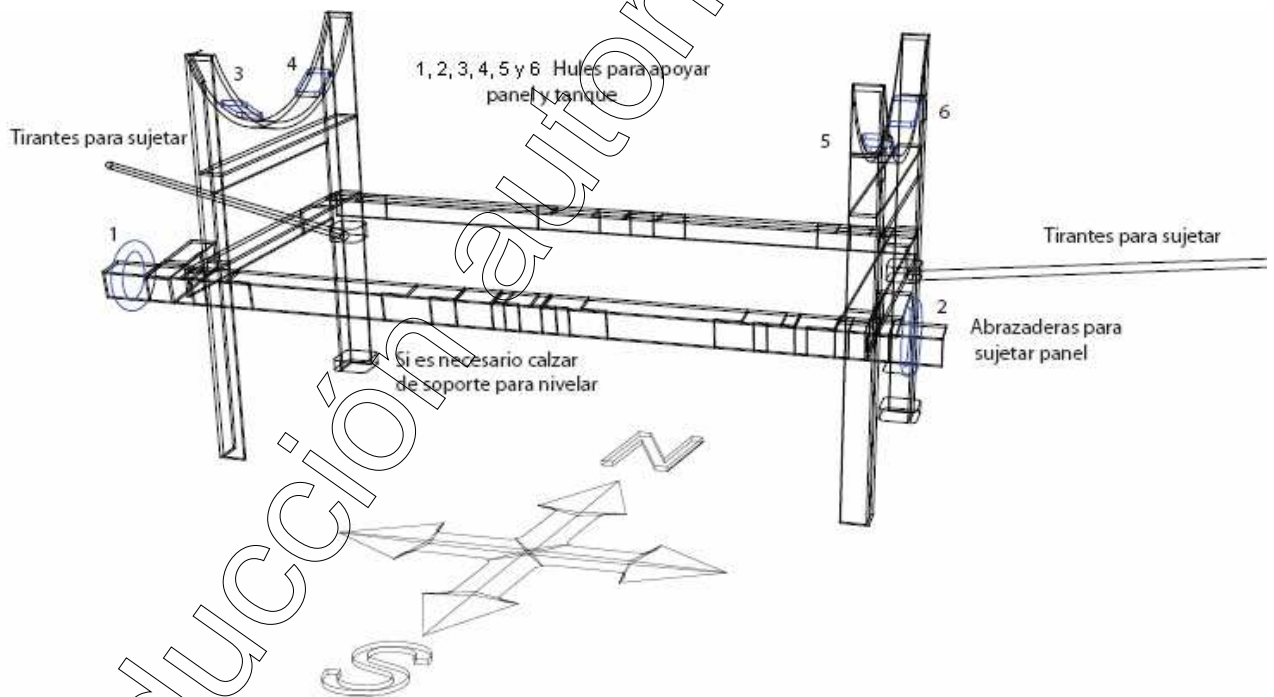

Figura 1 Estructura de soporte
1.- Localizar el sitio en donde se instalará el “Calentador Solar”, armar la estructura de soporte y orientar el colector solar al sur, asegurando que no se tengan obstrucciones de radiación solar durante el día. Se recomienda sujetar la estructura de soporte con alambre galvanizado trenzado (Figura 1).